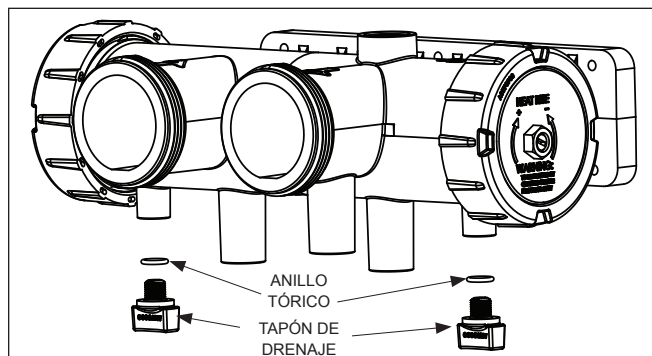

Figura 21. Drenaje del calentador
4. Saque el tapón de drenaje del cabezal de entrada/salida, y drene el calentador completamente antes de la primera helada. Véase Figura 21.